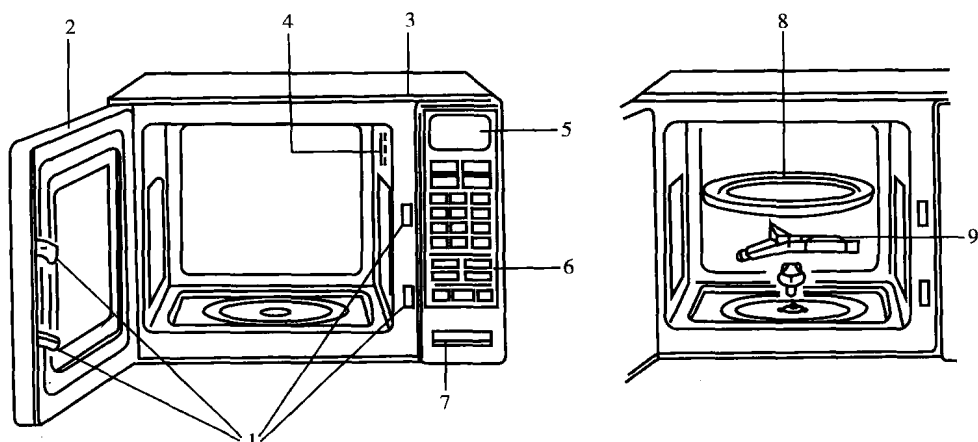

图 1-4 电脑控制式微波炉的外部构造
7. 控制面板 机械控制式微波炉的控制面板,参见图1-3,电脑控制式微波炉的控制面板,参见图1-4。控制面板的功能是用来选择烹饪方式和时间的。